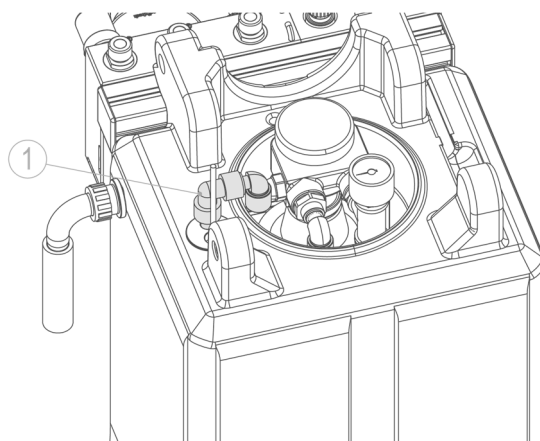

Abb. E-1: Permeatleitung AVRO TS
Permeatleitung vom Vorlagetank (siehe Abb. E-1, E-2 Pos. 1) demonstrieren und mit separatem Schlauch zum Kanal führen.
- Permeatleitung an Vorlagentank wieder montieren (siehe Abb. E-1).